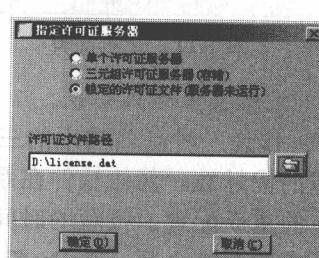

图 1-14 指定了许可证文件
(9) 找到已经拷贝到硬盘 D 区上的“license.dat”文件，点击  按钮，重新回到【指定许可证服务器】对话框，如图 1-14 所示。